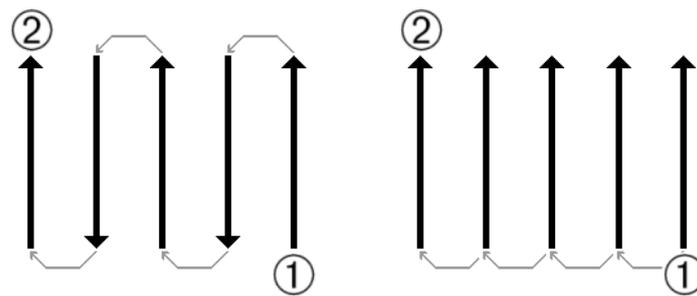

Abbildung 20: Festgelegte Laufrichtung
Damit die Software die Messwerte richtig verarbeiten kann, ist eine festgelegte Laufrichtung einzuhalten. Auch hierbei ist die Art und Weise des Vorgehens vom verwendeten Gerät abhängig. In der Abbildung 20 sind beide Vorgehen schematisch dargestellt. Die Suche beginnt jeweils im Startpunkt ① und endet im Punkt ②.